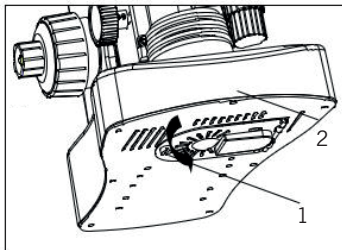

Fig.11
2.2.7 Instalación y sustitución de la lámpara (Fig.11,12,13)